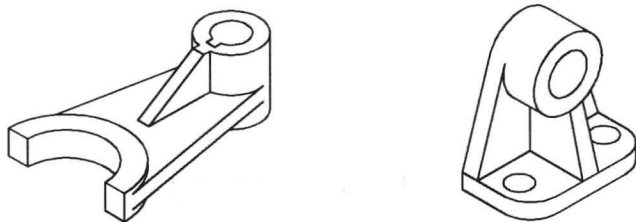

图 1.1.3 使用 AutoCAD 绘制的轴测图
(3) 绘制轴测图。轴测图是一种采用二维绘图技术,模拟三维图形对象沿特定视点产生的三维平行投影效果,因此轴测图看似三维图形,其实是平面图形。在 AutoCAD 中,用户可利用等轴测方法,将直线绘制成与坐标轴成 30° , 90° , 150° 的直线,将圆绘制成椭圆,如图 1.1.3 所示为使用 AutoCAD 绘制的轴测图。